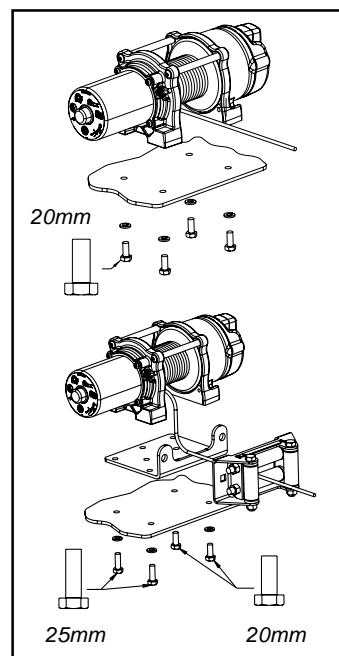

Figure 4 : Orientation du treuil par rapport à la plaque de montage
- Utilisez des vis à tête hexagonale M8-1,25 X 20 mm de catégorie 8 dans le cas d'une plaque de montage monobloc. **Remarque** : Si vous utilisez des plaques de montage et de guide-câble séparées, utilisez des vis à tête hexagonale M8-1,25 X 25 mm de catégorie 8 du côté moteur de la base tel qu'indiqué à la figure 4.